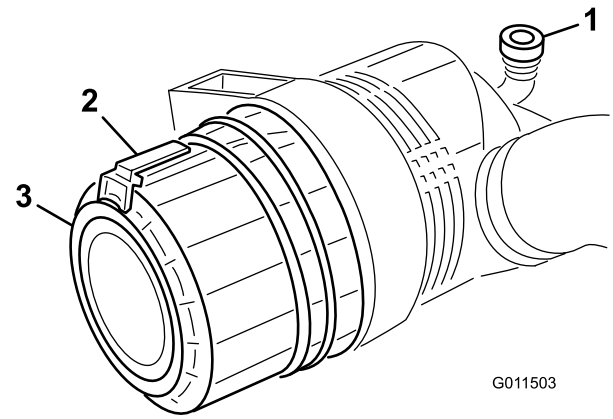

Figura 73
2. Puxe o trinco para fora e rode a cobertura do filtro de ar no sentido contrário ao dos ponteiros do relógio (Figura 73).